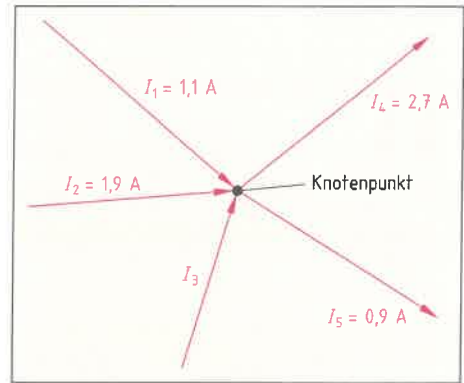

Bild 1: Knotenpunkt (Beispiel)
- die Knotenpunktregel zur Berechnung der Ströme für die Schaltung nach **Bild 1** auf und
8. Nehmen Sie an: Das Ergebnis der **Aufgabe 7** hätte $I_3 = -0,6$ A gelautet. Ziehen Sie daraus die Schlussfolgerung für die Schaltung nach **Bild 1**.